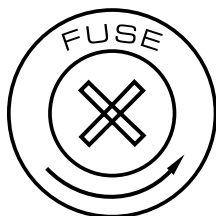

Fig.11
2. Con un cacciavite, rimuovere il portafusibile dalla sua sede (fig.11) e il fusibile bruciato dal suo supporto; sostituire il fusibile con uno identico per tipologia e valore (T 6.3 A).